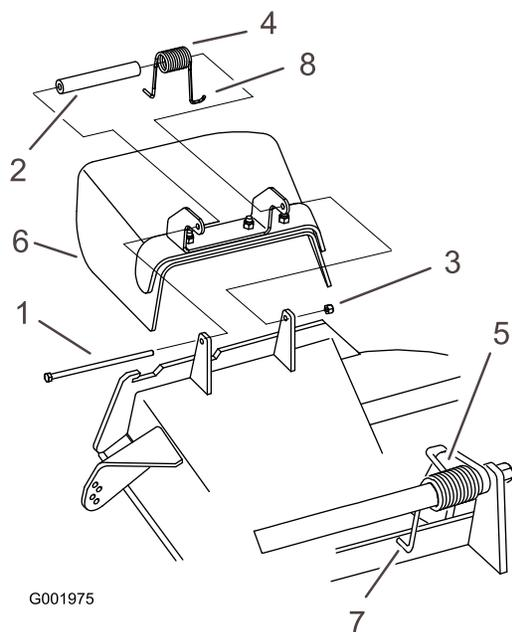

Figura 60
Nota: Verificate che un'estremità **J** della molla si trovi dietro il bordo della scocca prima di montare il bullone, come illustrato nella Figura 60.
3. Montate il bullone e il dado. Infilate un'estremità a gancio **J** della molla attorno al deflettore dello sfalcio (Figura 60).
1. Togliete il dado di bloccaggio, il bullone, la molla e il distanziale che fissano il deflettore alle staffe orientabili del tosaerba (Figura 60). Togliete il deflettore dell'erba tagliata se è danneggiato o consumato.